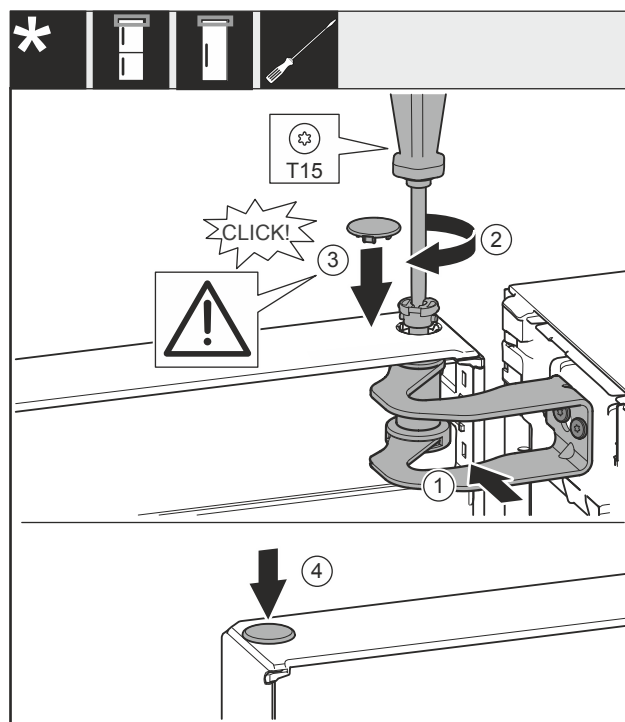

Fig. 25
- ▶ Dveře vyrovnejte s otvorem ve stojanu ložiska Fig. 25 (1).
- ▶ Vložte čep Fig. 25 (2) a pevně jej utáhněte šroubovákem.
- ▶ Nasadte kryt Fig. 25 (3).
- ▶ Zkontrolujte, zda kryt Fig. 25 (3) doléhá na dveře.
- ▶ Nasadte kryt Fig. 25 (4).